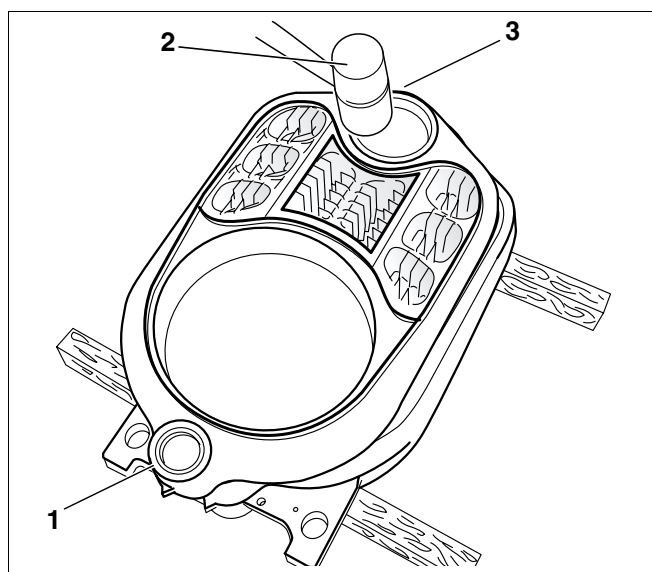

Fig. 15 Baterea elementului intermediar
- Elementul intermediar se rotește și se cuplează cu butucii superior și inferior ai cazanului (Fig. 15, **Poz. 1 și 3**) și se fixează cu niplurile elementului posterior.
- Primul element intermediar se bate cu un ciocan de lemn sau de cauciuc dur (Fig. 15, **Poz. 2**) la elementul posterior.